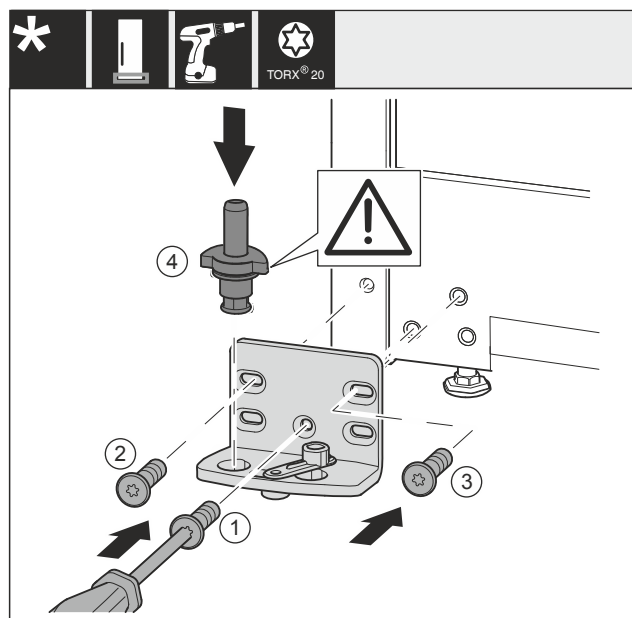

Fig. 37 *
- Coloque el soporte del cojinete en el otro lado y atorníllelo con un destornillador. Comience con el Fig. 37 (1) en la parte inferior central.*
- Atornille el tornillo Fig. 37 (2) y el Fig. 37 (3).*
- Inserte completamente los pernos del cojinete Fig. 37 (4). Asegúrese de que la leva de bloqueo apunte hacia atrás.*